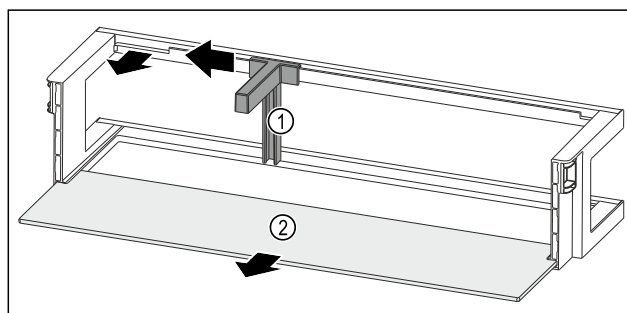

Fig. 93 Balconnet de contre-porte avec porte-bouteilles et tablette de rangement
- Pousser le porte-bouteilles Fig. 93 (1) sur le côté jusqu'à l'évidement.
- Retirer le porte-bouteilles Fig. 93 (1).
- Retirer la tablette de rangement Fig. 93 (2).